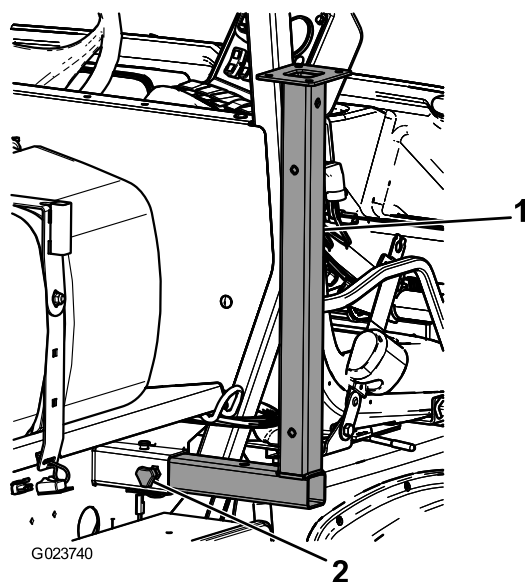

Figura 47
1. Introduceți suporturile de cric frontale cu susul în jos în cadru, lângă punctele frontale de ancorare (Figura 47).